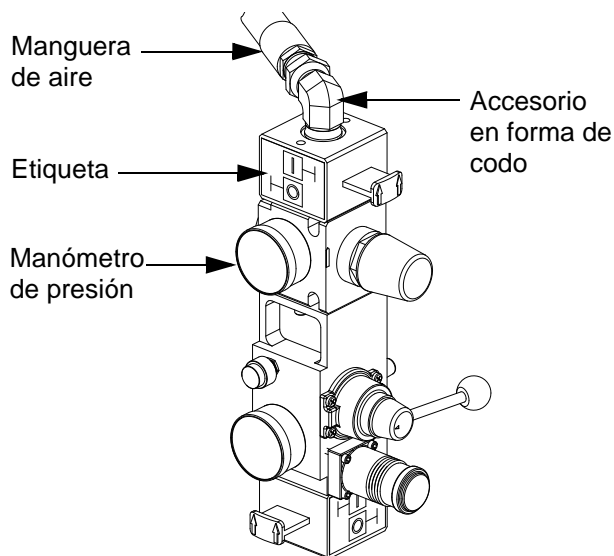

FIG. 37: Conjunto de control de aire
- d. Instale la nueva etiqueta de la válvula deslizante del motor neumático incluida en el conjunto de la válvula de aire. Consulte la FIG. 37.
- e. Recubra el manómetro con la cinta de PTFE y luego reinstale. Utilice una llave para ajustar. Consulte la FIG. 37.